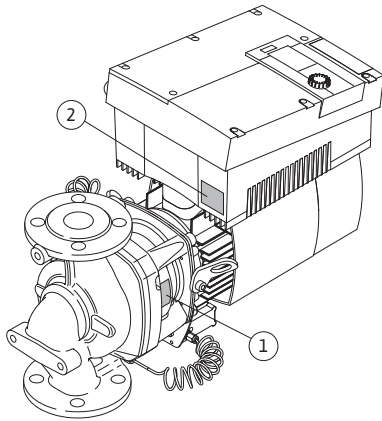

Fig. 11: Disposition des plaques signalétiques : plaques signalétiques de la pompe et du module électronique
- La plaque signalétique de la pompe (fig. 11, pos. 1) contient le numéro de série (Ser.-No.../...) p. ex. nécessaire pour la commande de pièces de rechange.
- La plaque signalétique du module électronique (module électronique = inverseur ou convertisseur de fréquence) (fig. 11, pos. 2) précise la désignation du module électronique utilisé.